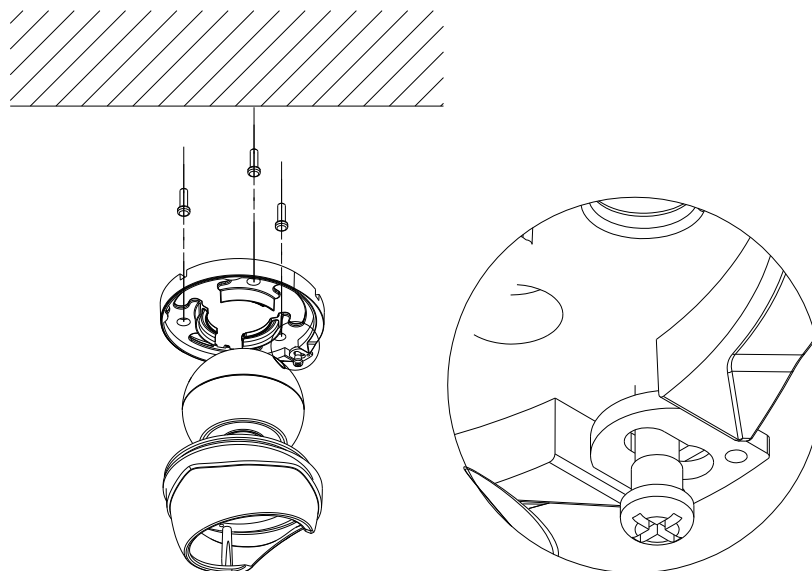

Рис. 3.4.1.1. Монтаж видеокамеры LTV СТВ-910
4. Установите монтажное основание на поверхность и надежно зафиксируйте саморезами, как показано на рис.3.4.1.1.